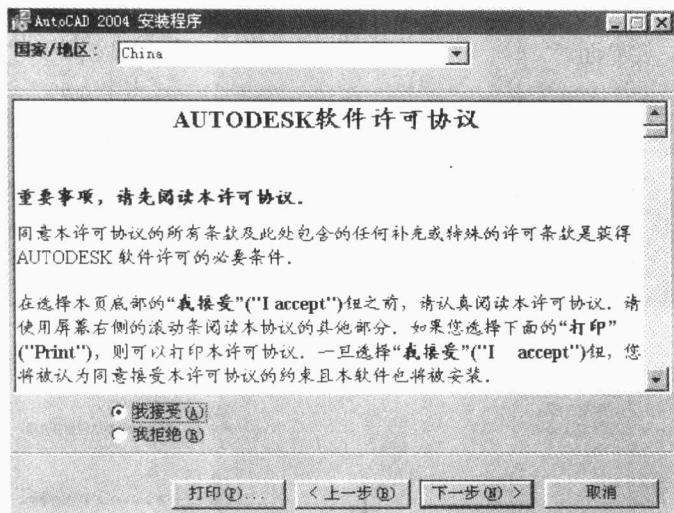

图 1.6 “软件许可协议”窗口
- (4) 打开如图 1.6 所示的“软件许可协议”窗口。在该窗口中, 首先单击“我接受”